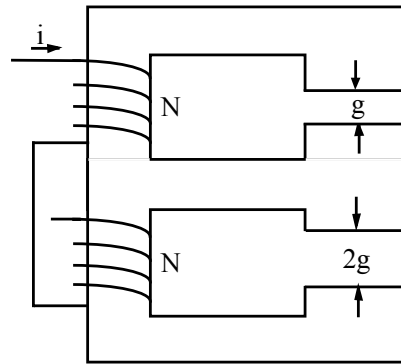

Figura 1.7
1.12.- En el circuito magnético de la Figura 1.7, determine el valor efectivo de la corriente necesaria para tener en el entrehierro de valor $2g$, una inducción magnética máxima de $0,6 \text{ w/m}^2$. Calcule además, la energía por unidad de volumen almacenada en los entrehierros. La bobina tiene 400 espiras y el entrehierro g es de 2 mm . Considere que la permeabilidad del material del núcleo es mucho mayor que la del entrehierro ($\mu_{Fe} \gg \mu_0$) y desprecie los flujos de dispersión